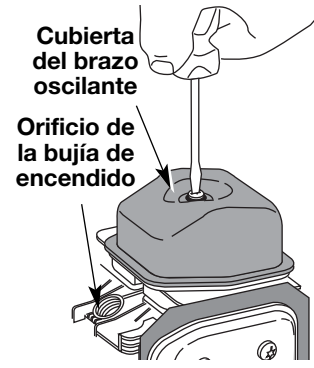

Fig. 37
7. Limpie la suciedad de alrededor de la cubierta del brazo oscilante. Saque el tornillo que sostiene la cubierta del brazo oscilante con un destornillador grande de vástago plano o con una broca Torx T-25 (Fig. 37). Saque la cubierta y la junta del brazo oscilante.
mientras mira dentro del orificio de la bujía de encendido (Fig. 37).